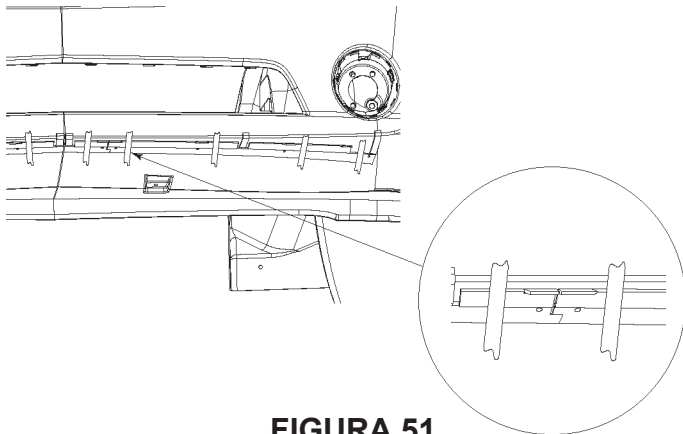

FIGURA 51
8. Utilice las características de ubicación para colocar la abrazadera izquierda sobre el salpicadero del vehículo y pegarla en su lugar. Consulte la figura 51.